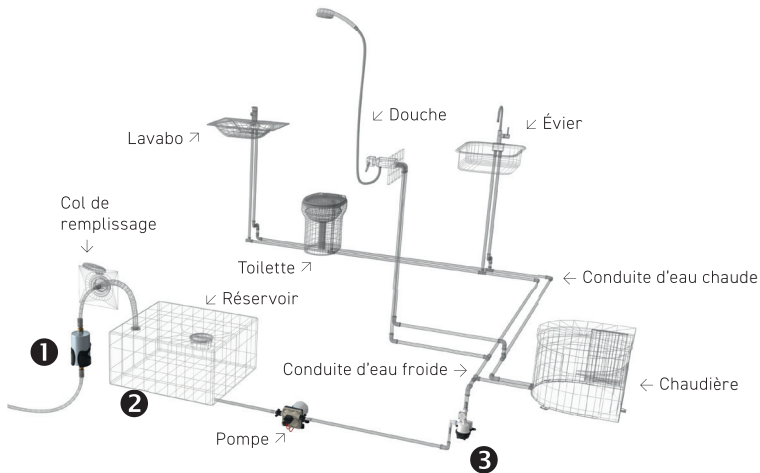

Figure 1 : Recommandation d'installation dans un système d'eau claire mobile
Comment exclure ces risques est illustré par la figure 1, un exemple pratique de la manière dont un système d'eau claire peut être exploité de manière hygiénique globale. Comme première étape, nous recommandons une préfiltration ❶ (ici: Filtre WM), ainsi qu'une conservation de l'eau (ici: Silvernet Flex) ❷. La conservation s'étend sur l'ensemble du système d'eau claire et réduit une recontamination ou contamination supplémentaire de l'eau pendant le stockage. Ensuite, l'eau passe par l'unité UV et est fraîchement désinfectée lors du prélèvement d'eau ❸. Un nettoyage/désinfection du système au moins annuel complète parfaitement l'exploitation hygiénique (voir aussi **chapitre Nettoyage (p.83)**).